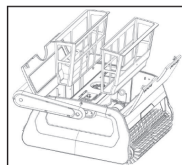

Abbildung 5
- Setzen Sie die gereinigten Filterkörbe wieder ein (siehe Abbildung 5). Achten Sie auf die korrekte Einbauweise.